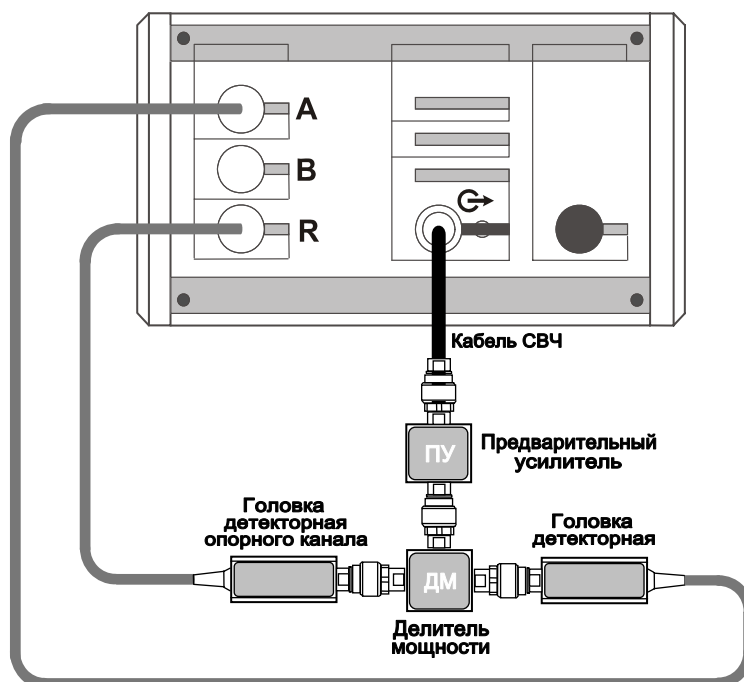

Рисунок 5.27 – Схема калибровки для динамических измерений с опорным каналом
- г) собрать схему калибровки, согласно рис. 5.27;